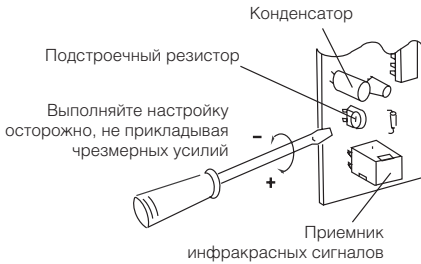

Рисунок 5
4. Установите крышку в исходное положение и завинтите крепежные винты (рис. 5).
- Чувствительность инфракрасного датчика можно отрегулировать в соответствии с положением и условиями эксплуатации сушилки. На заводе-изготовителе инфракрасный датчик настраивается на максимальную чувствительность. Если прибор не включается или работает продолжительное время после того, как Вы убрали руки, настройте инфракрасный датчик, поворачивая подстроечный резистор при помощи отвертки, как показано на рис. 5.